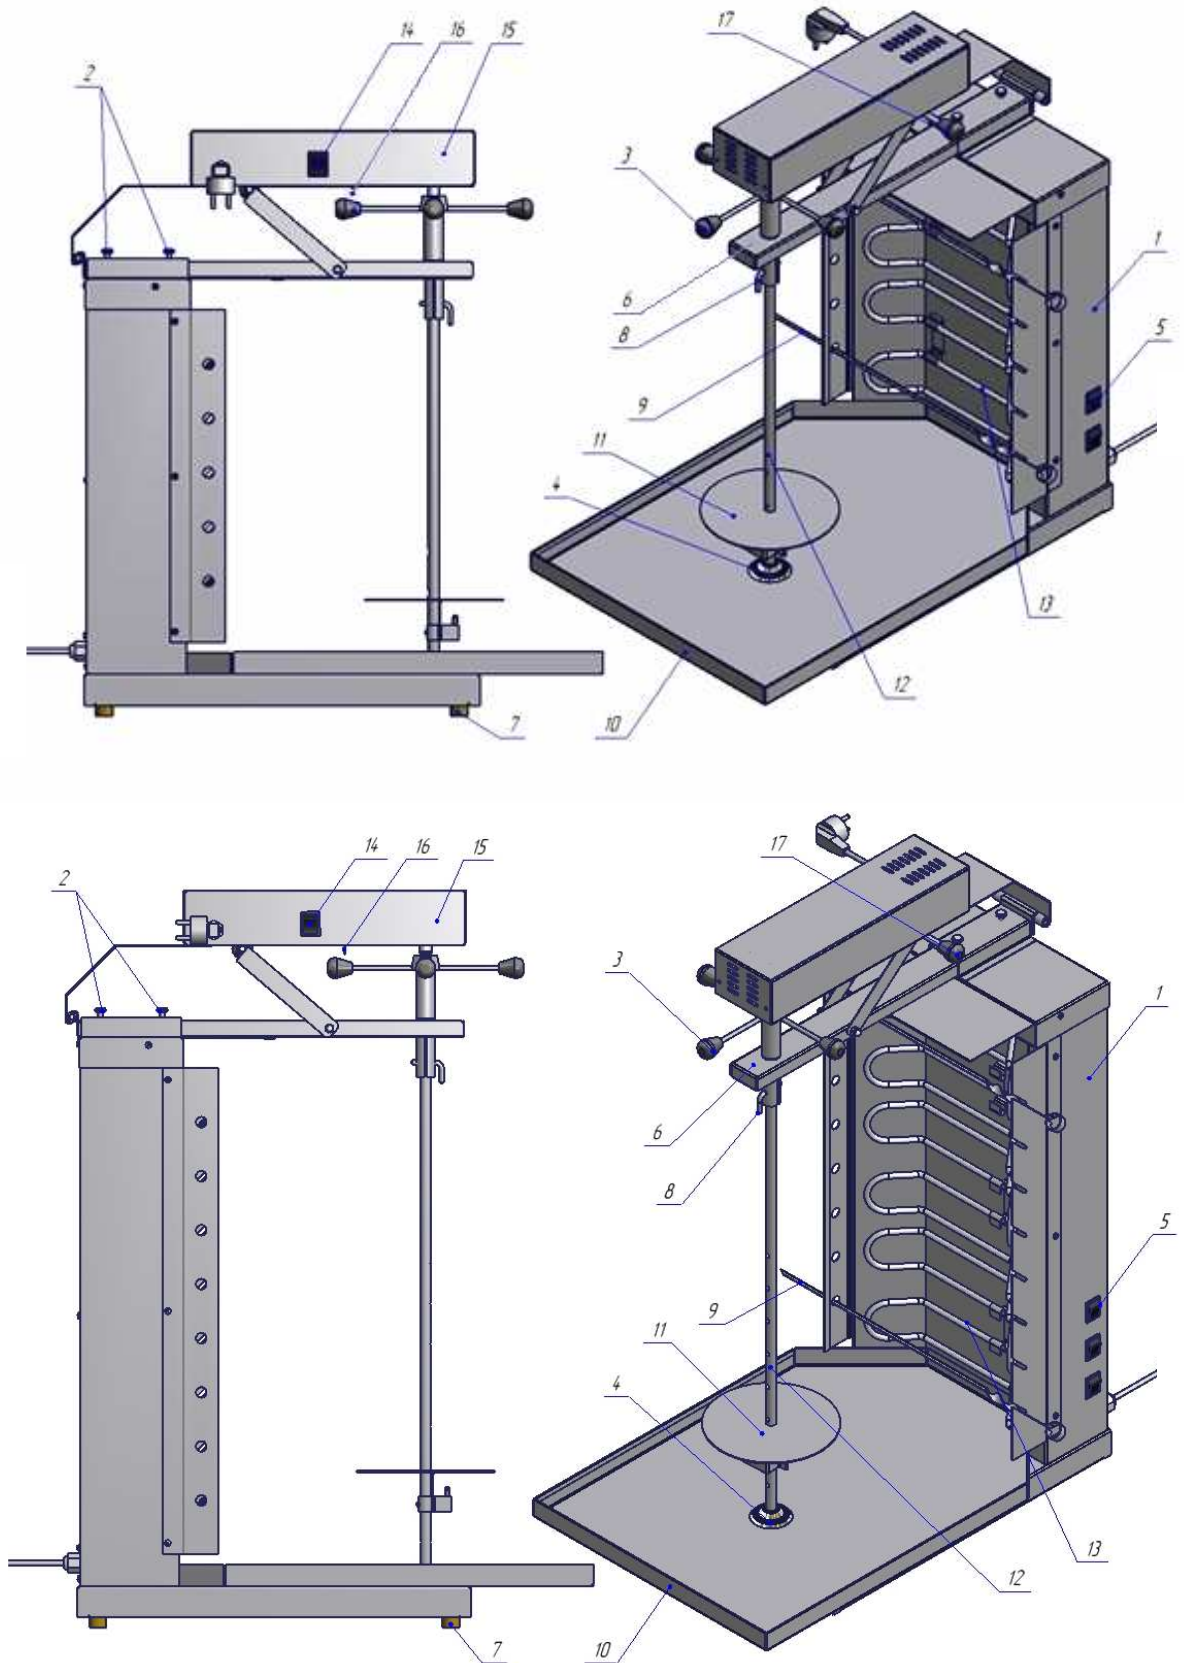

Рис.1
5.1. Основные части изделия указаны на рис.1 и перечислены в таблице 1.
8.1. Готовое для жарки мясное филе нанизывают на шампур (12) см. рис.1, на котором предварительно установлена упорная шайба (11). Высоту мясного цилиндра задают, перемещая упорную шайбу (11) вдоль шампура (12). Нанизывать мясные пластины необходимо таким образом, чтобы получить по возможности цилиндрическую форму.